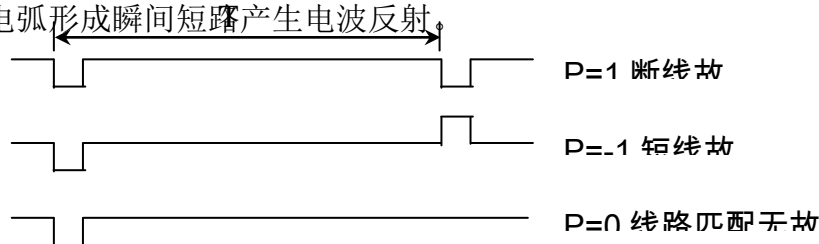

图 1 不同故障的反射波形
V 为电波在线路中的传播速度，与线路一次参数有关，对每种线路它是一个固定值，可通过计算和仪器实测得到。将脉冲源的发射脉冲和线路故障点的反射波以一显示器实时显示，并由仪器提供的时钟信号可测得时间 T 。因此线路故障点的距离 L_x 便可由 (2) 式求得。不同故障时的波形图如图 1 所示。